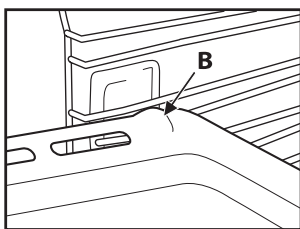

Fig. 2
2. Pour les autres accessoires, comme le lèchefrite ou la plaque à pâtisserie, l'introduction se fait à l'aide de la saillie se trouvant sur la partie plane « B » orientée vers le haut (Fig. 2).